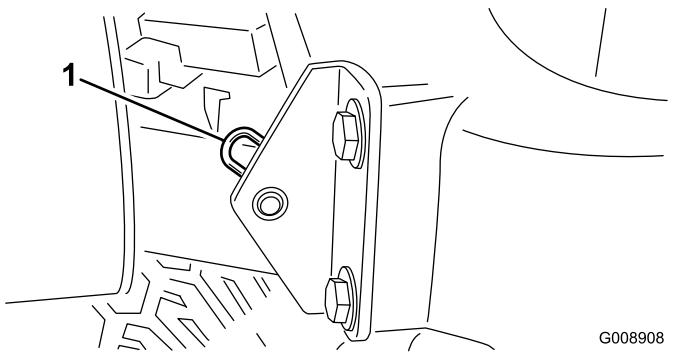

Figura 30
- Tire o perno de gancho que fixa a articulação do capot aos suportes de montagem (Figura 30).
Nota: Os bocais de embeber nos rolamentos **Figura 30** necessitam de um adaptador de bico de pistola de pulverização. Encomende a peça nº 107-1998 da Toro ao seu distribuidor autorizado Toro.